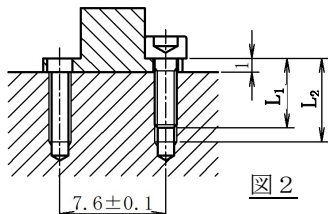

図2
- 図2を参照し、M1.6 またはNo.0-80UNF のボルト(長さ 5mm 以上)を使用し、被測定物へ $L_1 \leq L_2$ となるように有効ネジ深さを取付けねじの長さ以上で加工してください。また、取付けねじの間隔は $7.6 \pm 0.1\text{mm}$ で加工してください。なお、付属の取付け用ねじは六角穴付きボルト M1.6×5 です。